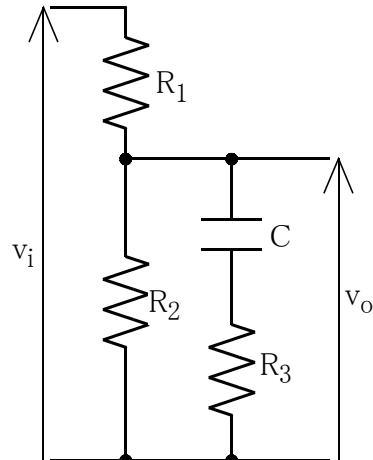

図1 分圧回路
2 図1に示す、抵抗とコンデンサを使用した分圧回路について、以下の手順で検討する。
- (1) 抵抗 R_2 、 R_3 とコンデンサ C の合成インピーダンス $Z(j\omega)$ を求めよ。
- (2) 図1の回路における、分圧比 $=v_o/v_i$ を、 $\omega \rightarrow 0$ の場合と、 $\omega \rightarrow \infty$ の場合において求めよ。